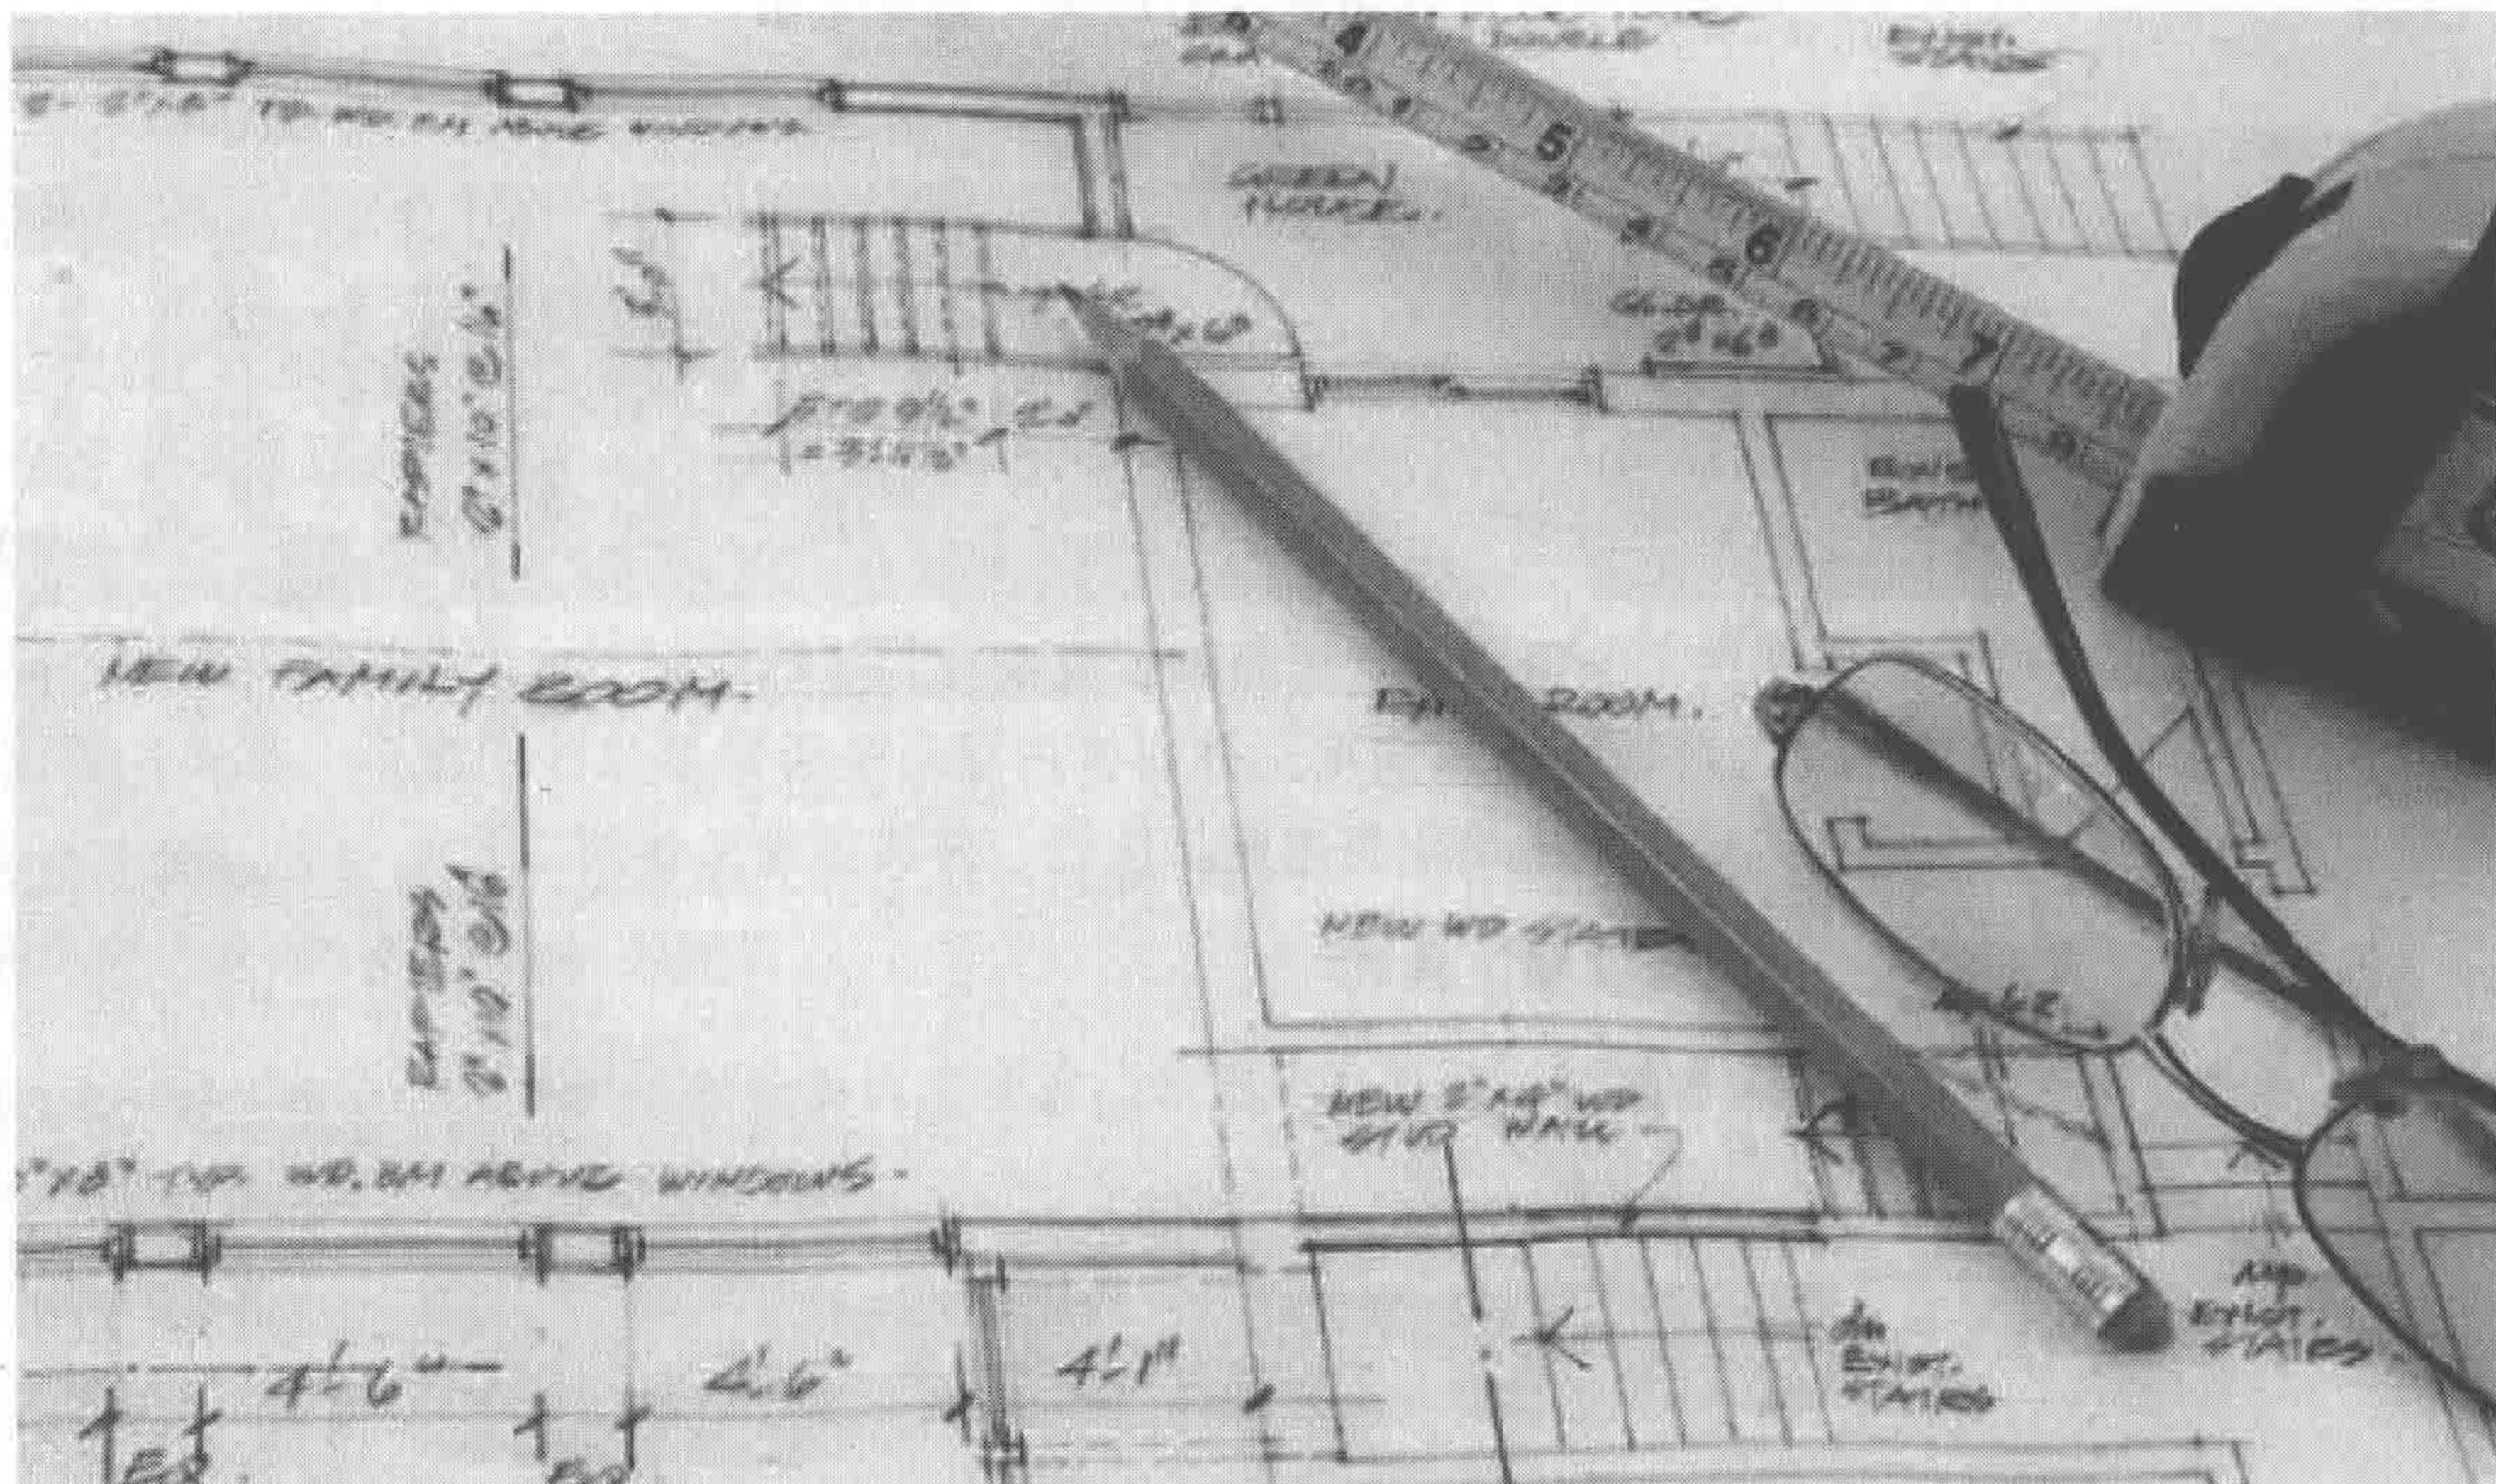

图 1-4 手绘室内房型
- ◆ 方格纸或白纸：计算机绘图前，使用铅笔、圆珠笔或其他画笔手绘出大致的房型轮廓图，便于后期格局的变更，如图 1-4 所示。